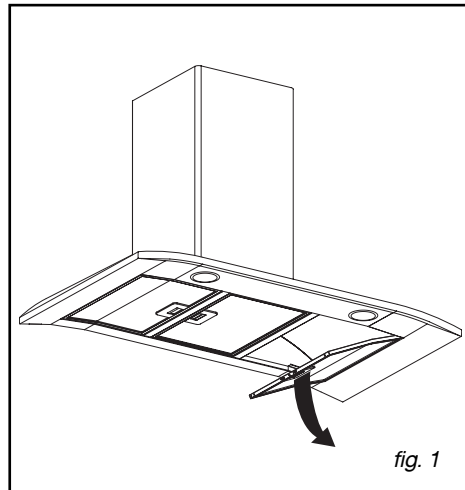

fig. 1
• Desmontagem do filtro cassete (fig.1)
- Retire o vigia de iluminação (fig.1).